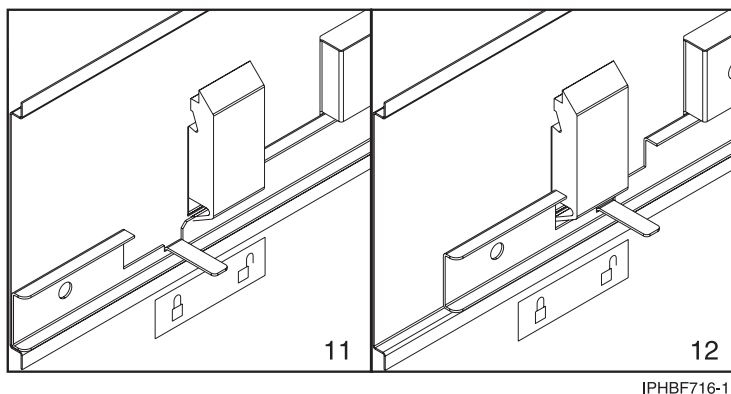

Figure 30. Fixation de l'autocollant verrouillé/déverrouillé sur le panneau.
- e. Placez un autocollant Verrouillé/Déverrouillé sur la partie intérieure du panneau afin que le taquet se trouve sur le symbole Verrouillé lorsque la glissière est en position de verrouillage 11 (voir figure 30, à la page 40) et sur le symbole Déverrouillé, 12, lorsque la glissière est déverrouillée.